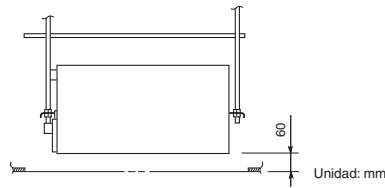

Fig. 3-22
- (3) La distancia entre la unidad y la abertura del techo y la distancia entre la superficie inferior del techo y la superficie inferior de la brida de la unidad deben seguir las dimensiones que aparecen en la Fig. 3-22. Utilice el calibrador de instalación suministrado para realizar la comprobación.